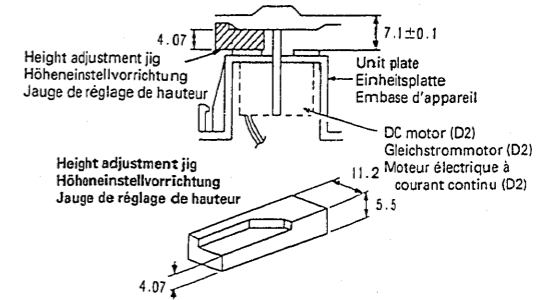

Fig. 10 Abb. 10 Fig. 10
2) Au moment de remettre la table de lecture en place sur l'embase de l'appareil, ajuster la hauteur de façon à l'amener à 4,07 mm en utilisant une jauge de hauteur et en procédant de la façon représentée sur la figure 10.